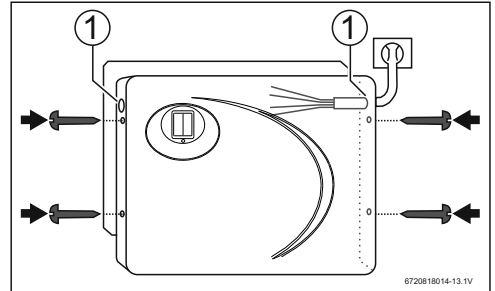

Fig. 19 Parte posterior de la unidad
- ▶ Si va por la parte posterior de la cubierta de la unidad, corte a través del ojal de la placa trasera con un cuchillo afilado. Asegúrese de no retirar la arandela de la placa posterior (Fig. 19):